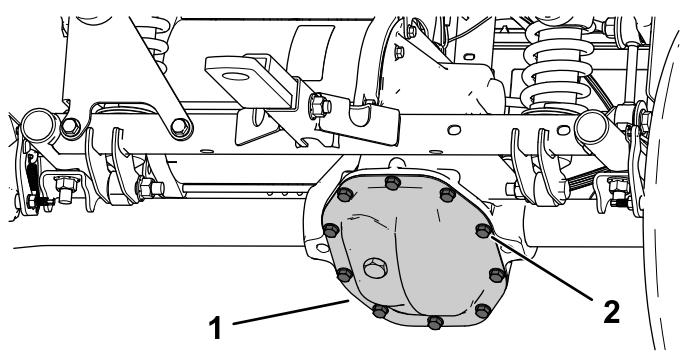

Figura 48
1. Allineate una bacinella di spurgo sotto la protezione del transaxle (Figura 48).
2. Rimuovete i bulloni dalla protezione del transaxle e spurgate completamente il fluido (Figura 48).